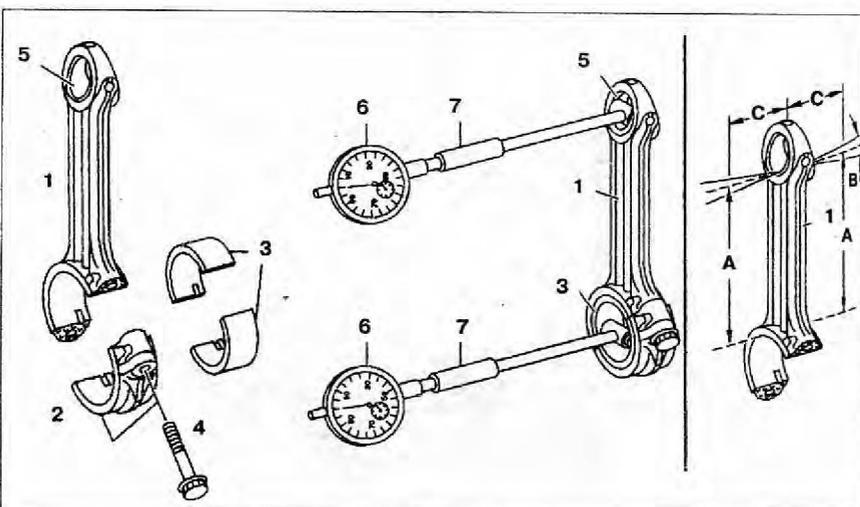

Рис. 3.18. Шатуны:
3. Проверьте внутренний диаметр втулки 5 верхней головки шатуна (рис. 3.18).